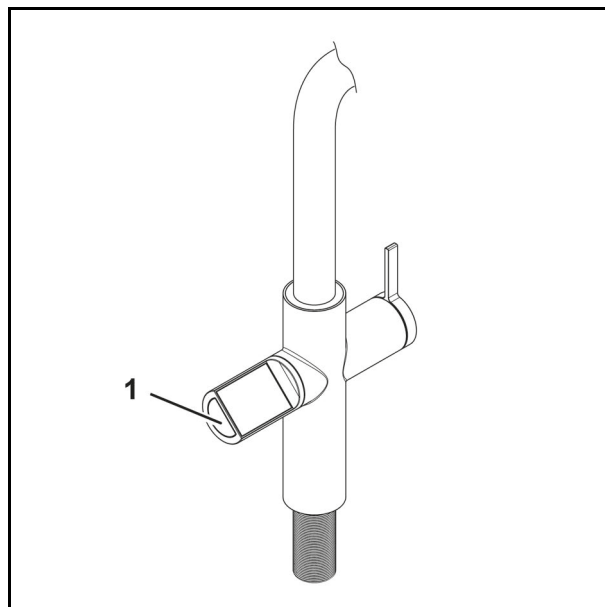

Abb. 39 Kindersicherung / Start/Stopp
1. Drücken Sie den Taster "Kindersicherung" (Abb. 39/1) einmal, um die Kindersicherung zu aktivieren.
2. Drücken Sie den Taster "Kindersicherung" (Abb. 39/1) und halten diesen für mehrere Sekunden, um die Ausgabe von Heißwasser auszulösen.
1. Drücken Sie den Taster "Start/Stopp" (Abb. 39/1) einmal, um die Abgabe von Wasser auszulösen.
2. Drücken Sie den Taster "Start/Stopp" (Abb. 39/1) erneut, um die Abgabe von Wasser zu beenden.